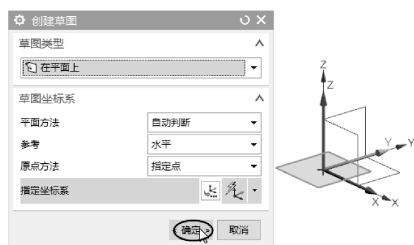

图 2-74 选择草图平面
- 01 新建 UG 模型文件。在功能区【主页】选项卡【直接草图】组中单击【草图】按钮，以默认的 XY 平面作为草图平面，进入直接草图环境，如图 2-74 所示。